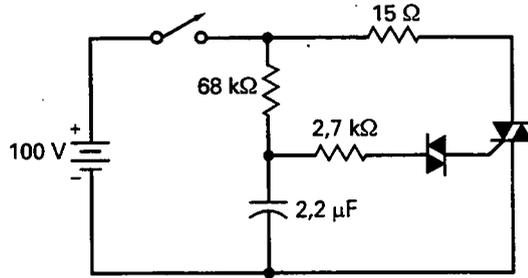

Figura 15-33
- 15-16. El diac de la Figura 15-33 tiene una tensión de cebado de 20 V y el triac tiene una V_{GT} de 2,5 V. ¿Cuál es la tensión del condensador que activa el triac?
- 15-17. ¿Cuál es la corriente por la carga en la Figura 15-33 cuando el triac está conduciendo?
- 15-18. Todas las resistencias se duplican y las capacidades se triplican en la Figura 15-33. Si el diac tiene una tensión de cebado de 28 V y el triac tiene una tensión de disparo de 2,5 V, ¿cuál es la tensión del condensador que dispara el triac?